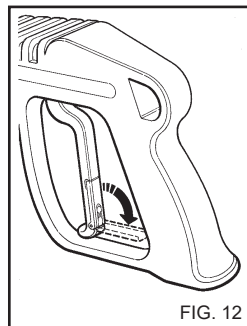

FIG. 12
- Når højtryksrensersens ikke anvendes, skal håndtagets sikkerhedsanordning (fig. 12) lukkes.